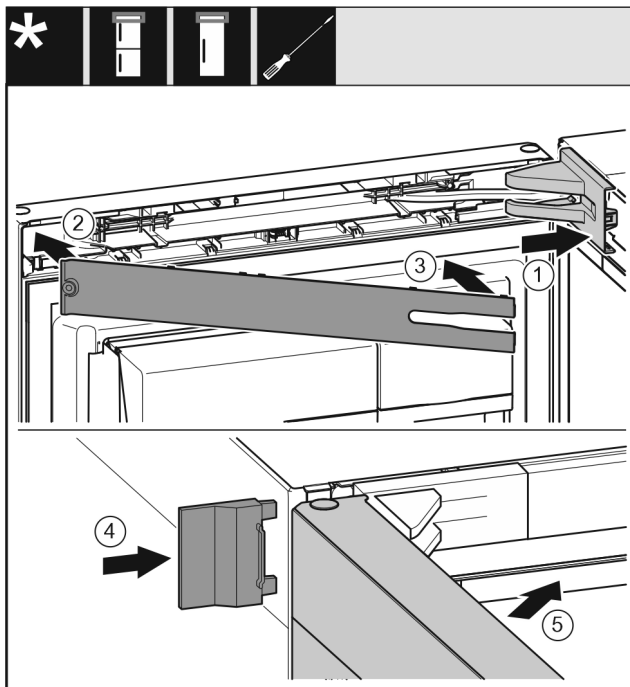

Fig. 22
- Nasadíte a zaklapnete kryt stojanu ložiska, příp. opatrně odtlačíte od sebe. Fig. 22 (1)
- Nasadíte záslepku. Fig. 22 (2)
- Záslepku sklopte a zaklapnete. Fig. 22 (3)
- Nasuňte vnější kryt. Fig. 22 (4)
- Zavřete horní dveře. Fig. 22 (5)